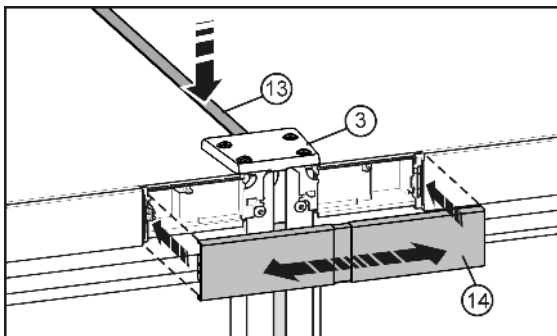

Fig. 10
- ▶ Paina yläosan rakoon lyhyt lista Fig. 10 (13). Listan tulee päättyä tasan liitoslevyn Fig. 10 (3) etureunan kanssa.
- ▶ Paina suojus Fig. 10 (14) molempien käyttöpaneelien väliin avonaiseen tilaan. Katso, että suojuksen ulkosivut tulevat tasan käyttöpaneelien suojusten kanssa. Tätä varten suojus on vedettävissä ulospäin.